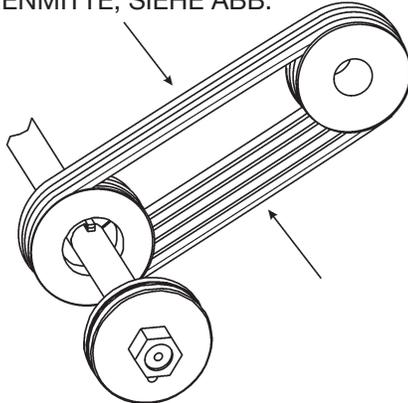

Abb. 17. Keilriemenspannung
3. Die Keilriemenspannung (Abb. 17) mit einem Riemen Spannungsmesser am Innenriemen auf halber Strecke zwischen den Riemenscheiben prüfen oder durch Ziehen des mittleren Riemens an dieser Stelle (die Auslenkung bei einer Kraft zwischen 2,4 und 4,1 kp darf 10 bis 13 mm betragen).